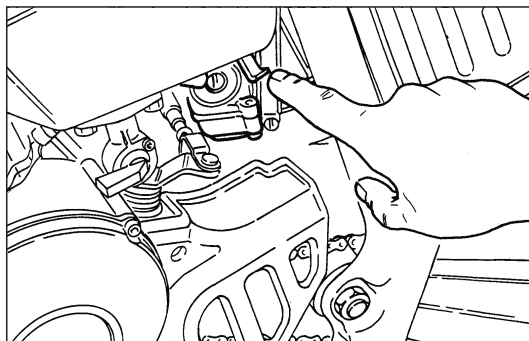

Fig. 8
- ◆ Si le démarrage s'effectue avec le moteur encore froid, actionner le starter, en soulevant le levier du carburateur (Fig. 8).